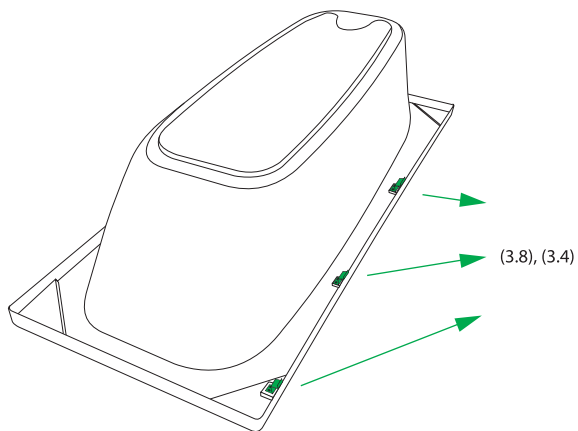

Рис. 1
2. С помощью отвёртки и 2-х саморезов 4x16 мм (3.8) прикрутить каждое крепление (3.4) к установочной площадке (рис. 1) с той стороны, с которой планируется установка панели;